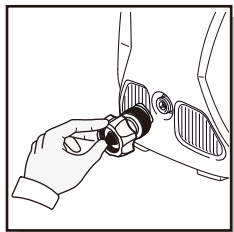

Fig. 10
- Raccordez l'adaptateur du tuyau d'arrosage dans l'embout d'alimentation en eau de la laveuse à pression. Serrez à la main (Figure 10).